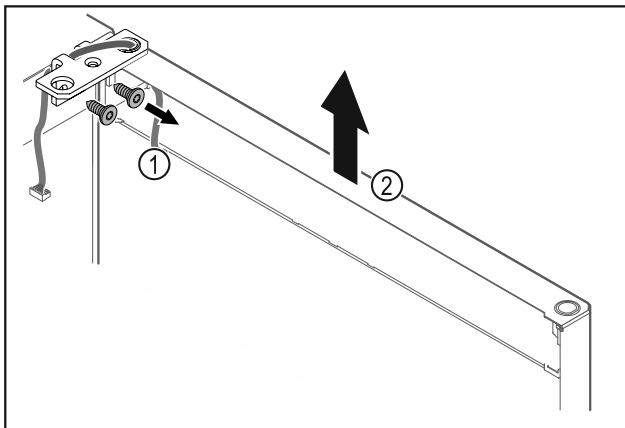

Fig. 19
- Lironi vidat e profilit të menteshës Fig. 19 (1).
- Ngrini drejt lart derën së bashku me profilin e menteshës Fig. 19 (2) rreth 200 mm dhe hiqeni.